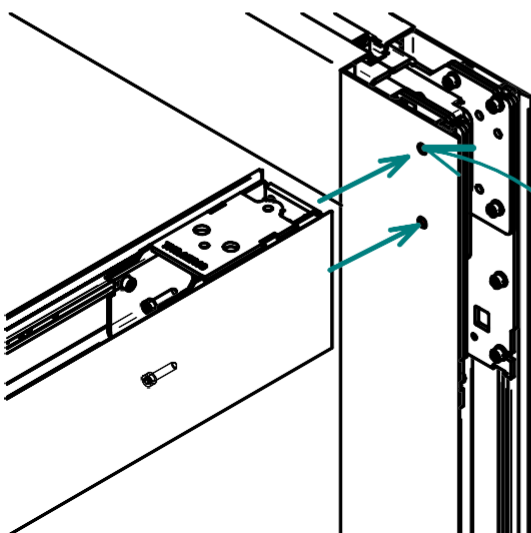

Bild 7.2
7.2 Den Rest der Komponente ist mit dem vorderen Stützprofil durch Montage eines Würfels des Klemmprofils unter Verwendung der früher vorbereiteten Öffnungen zu verbinden (Bild 7.2)